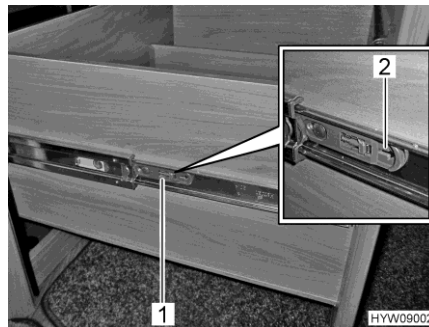

Bild 127 Thekenschublade
- Auf beiden Seiten der Thekenschublade die Lasche (Bild 127,1) in Pfeilrichtung (Bild 127,2) ziehen. Die Thekenschublade kann dann über ihren Anschlag hinaus herausgezogen werden.